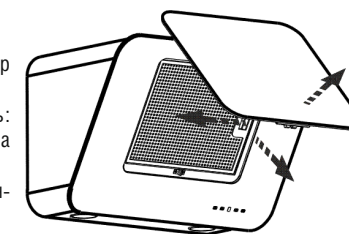

рис. 4
- 6.1.1 Перед установкой вытяжки снимите алюминиевый фильтр (рис. 4). Предварительно откройте стеклянную откидную панель:
- потяните за нижний край откидной панели, как показано на рис.4 и откройте ее;
- снимите алюминиевый фильтр, для этого нажмите на пружинный замок фильтра и потяните его на себя (рис. 4);